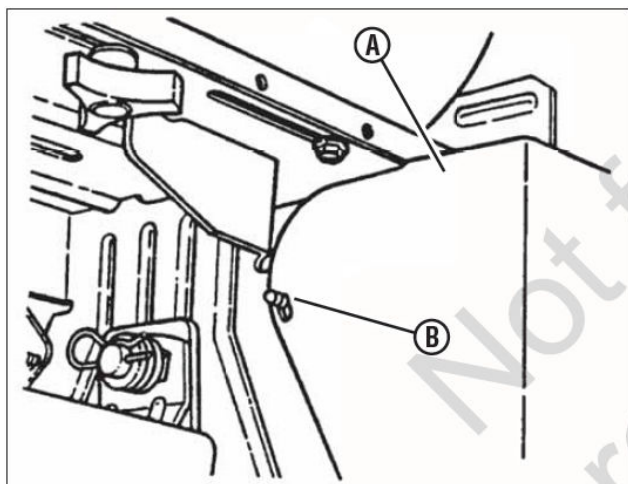

Рис. 48. Снятие крышки аккумулятора
1. Осторожно снимите каждую сторону крышки аккумулятора (А, рис. 48) с защелок (В) и снимите крышку.
5. Установите крышку аккумулятора (А, рис. 48).
12. Установите крышку аккумулятора (А, рис. 48).